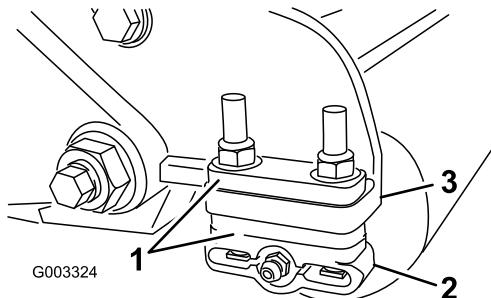

Figura 11
- Regolate le staffe del rullo posteriore (Figura 11) in base all'altezza di taglio desiderata posizionando il numero di distanziali necessari sotto la flangia di montaggio della piastra laterale (Figura 11) conformemente Tabella altezza di taglio \(pagina 10\).